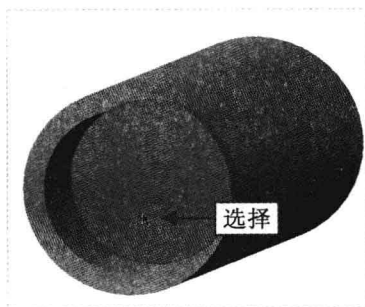

图 8-39 选择合适的草绘平面
Step 05 弹出“设置草绘平面”和“设置平面”菜单管理器，在绘图区选择合适的平面作为草绘平面，如图 8-39 所示，弹出“方向”菜单管理器。